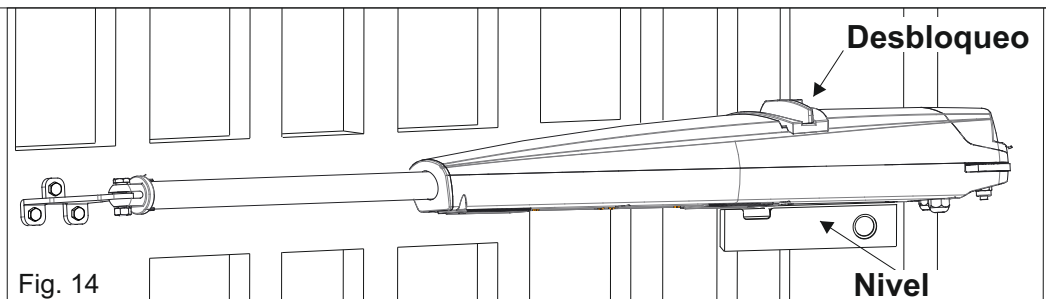

Fig. 14
1 - Para un funcionamiento correcto, es importante instalar el actuador y los accesorios delantero y trasero en posición perfectamente horizontal con la ayuda de un nivel, como se muestra en la Fig. 14
3 - El actuador debe ser instalado con el desbloqueo montado hacia arriba (Fig. 14)
El soporte debe colocarse de modo que el operador esté en posición perfectamente horizontal (ver Fig. 14)
- 3 - El actuador debe ser instalado con el desbloqueo montado hacia arriba (Fig. 14)